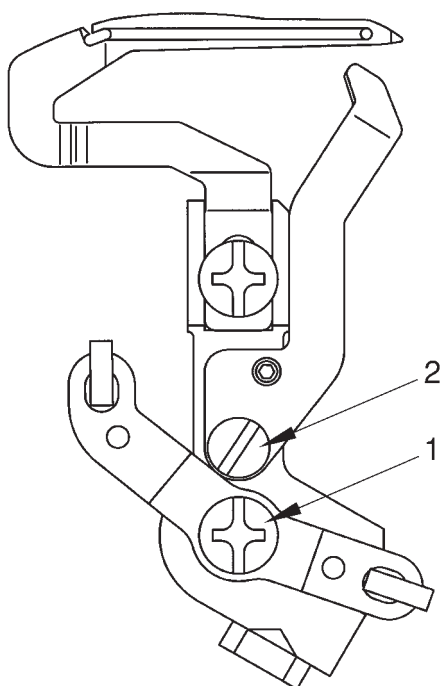

Рис. 21
- Выверните винт 1 крепления нитеводителя левого петлителя и снимите нитеводитель (рис. 21).